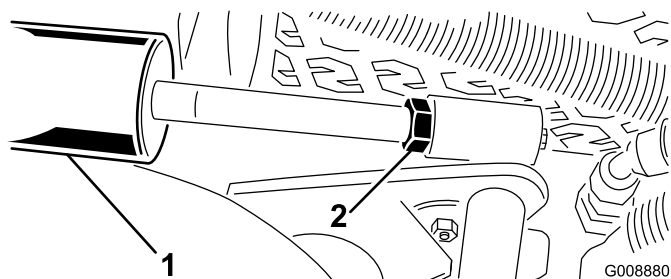

Figure 14
- A. Abaissez les plateaux de coupe et desserrez l'écrou de blocage sur le vérin (Figure 14).